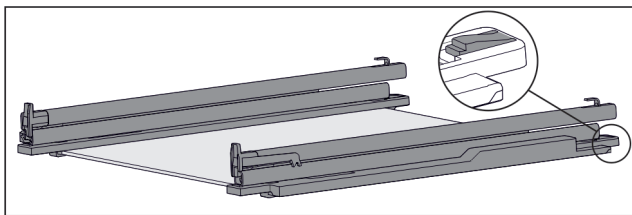

Fig. 128 Üveglap sínekkel és tartóelemekkel
- ▶ Nyomja le hátul a tartóelemet (lásd Fig. 128) , közben a sínt tolja hátrafelé.